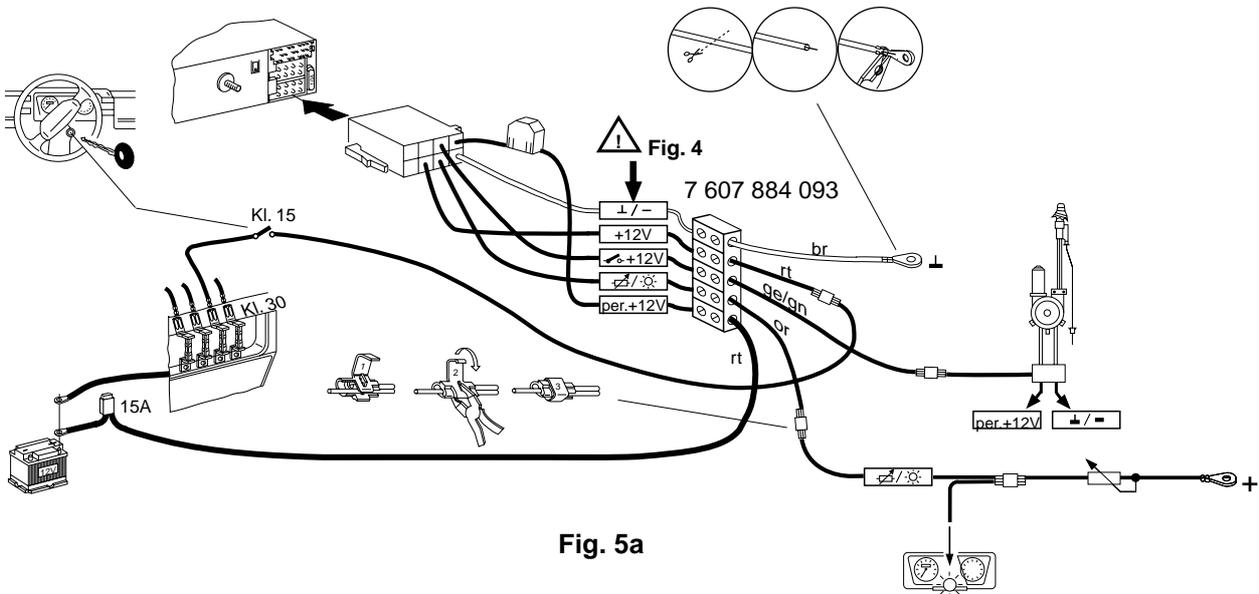

Fig. 5a
- Plus-/Minus-Anschluß mit Anschlußkabel 7 607 884 093 Fig. 5a